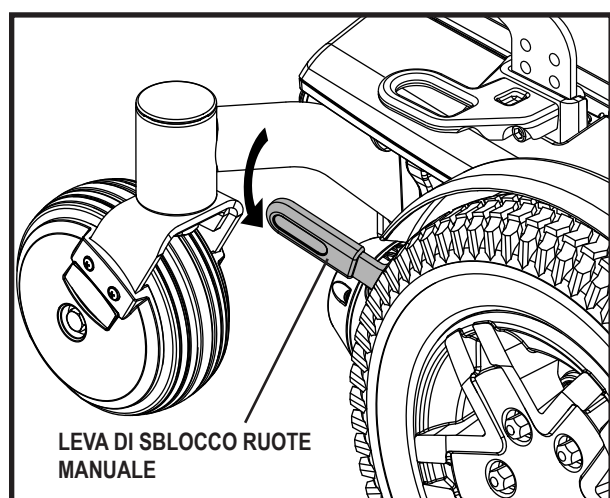

Figura 4. Modalità di sblocco ruote (Trazione disattivata)
1. Premere entrambe le leve di sblocco ruote per liberarle (motore guida disattivato). Vedere la figura 4.